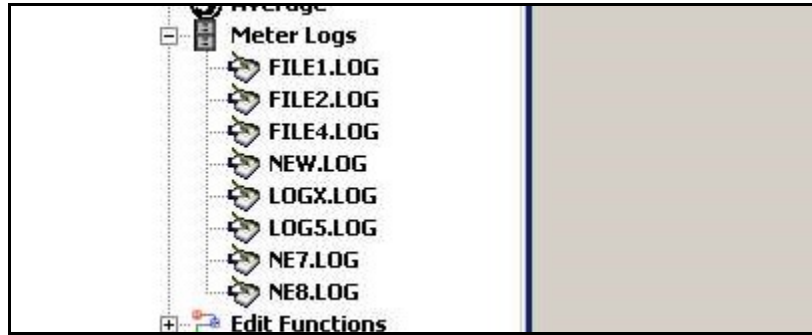

Figure 19: option Meter Logs (Journaux de débitmètre) développée
1. Dans le navigateur *New Meter Browser* de PanaView, développez l'arborescence réseau et cliquez sur l'option *Meter Logs* (Journaux de débitmètre). Si vous avez créé un ou plusieurs journaux, l'arborescence se présente comme illustré *Figure 19*.